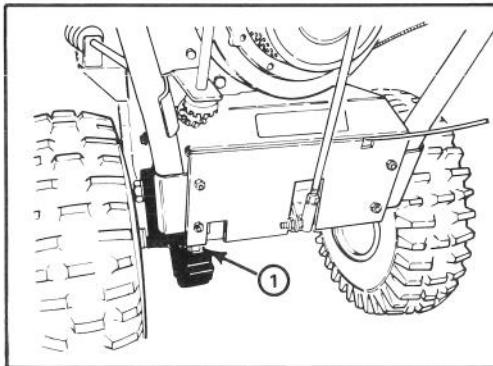

Abbildung 22
- Die Antriebskette einmal jährlich mit Kettenölschmierstoff schmieren (Abb. 22). Überschüssiges Öl aufwischen.